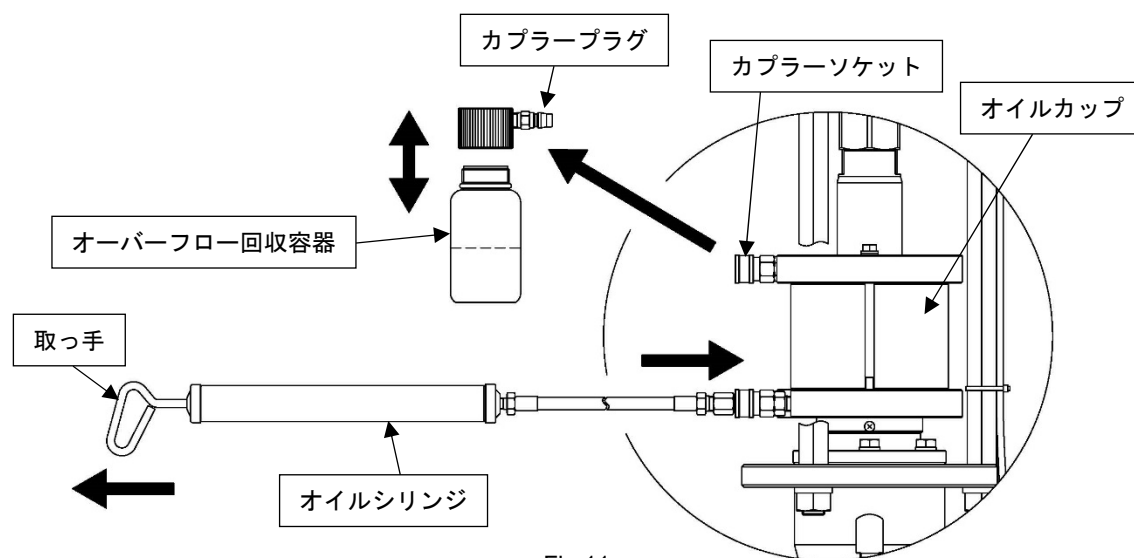

Fig.11
- 1) オーバーフロー回収容器にオイルが流れ込んでいる場合は、容器をカプラーソケットから取り外し、適当な廃油容器にオイルを捨ててください。(Fig.11)
- 2) 専用オイルシリンジ OS-200W (オプション) の取っ手を押し込んでから、先端ホースをオイルカップの下側カプラーソケットに接続し、下記の要領でカップ内のオイルを空にしてください。(Fig.11)